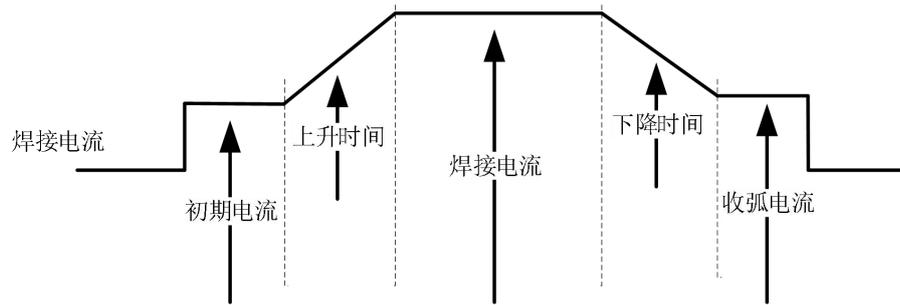

图 3-8 电流段逻辑图
1. 按下“焊接顺序”键，LED 灯亮。每按“焊接顺序”键指示灯会从初期电流—上升时间—下降时间—收弧电流依次循环点亮，逻辑如图 3-8 所示。